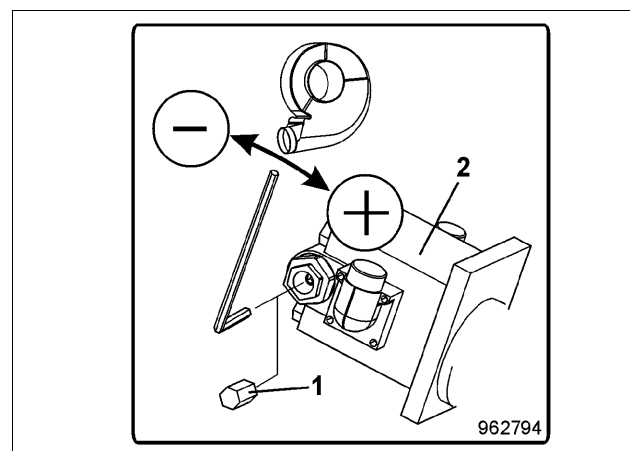

Fig. 78
Det påkrævede blæser-omdrejningstal finder De i Tabel 5. Indstilling af blæserens omdrejningstal foretages på trykbegrænsningsventilen (Fig. 78/2) oder eller på traktoren strømreguleringsventil.
- beskyttelseskappen (Fig. 78/1) fjernes